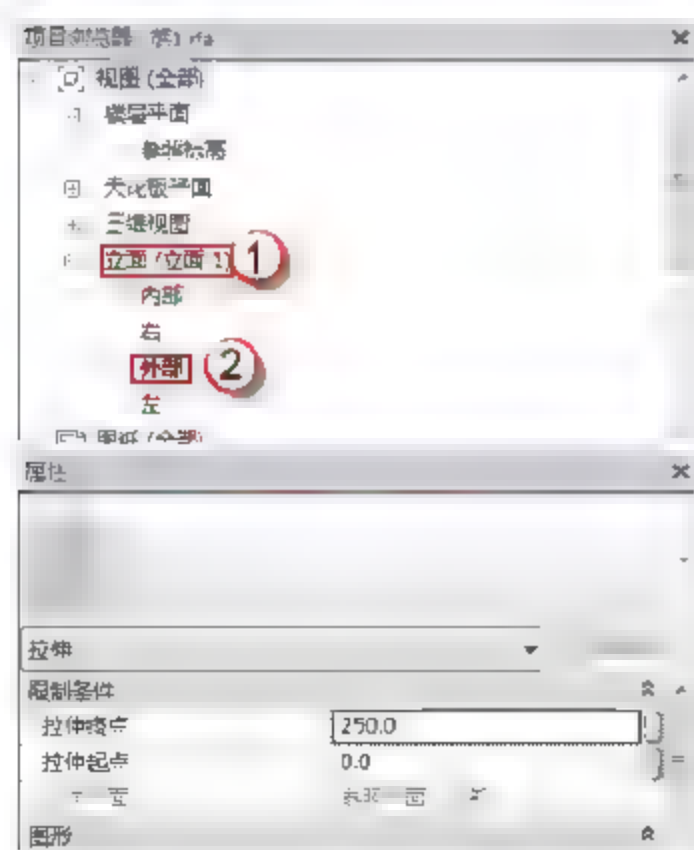

图 6.1.93 绘制门板
(14) 绘制门板。选择“项目浏览器”中的“立面(立面 1)”→“外部”选项,可以进入子母门 M1221 的外部立面视图。选择“创建”→“拉伸”命令,进入“修改|编辑拉伸”界面,用菜单中的绘制工具绘制门板,绘制完成后,单击√按钮,如图 6.1.93 所示。然后重复选择“创建”→“拉伸”命令将右边门板用“拉伸”工具绘制出来,单击√按钮,完成绘制,如图 6.1.94 所示。